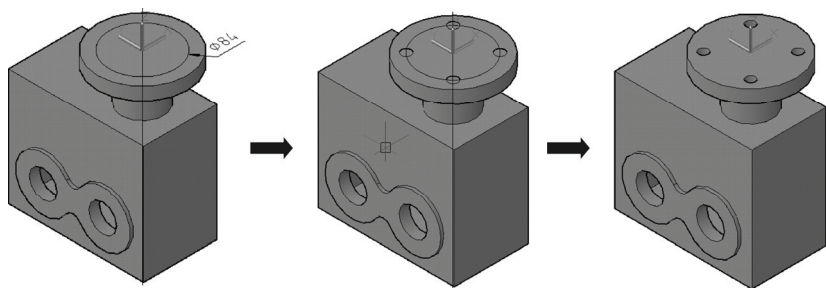

图 14-27 绘制四个小孔
12) 执行“圆”命令(c), 在刚才绘制的圆柱体顶端中心绘制一个 $\Phi 84$ 的圆; 并在圆心位置执行“构造线”命令(xl), 绘制一条角度为 45° 的构造线; 执行“圆柱体”命令, 在圆与构造线角点处绘制一个 $\Phi 12 \times 20$ 的圆柱体(拉伸方向指向正下方); 执行“阵列”命令(ar), 选择刚才绘制的圆柱体, 绕圆心阵列, 阵列个数为 4 个; 执行“打散”命令(X), 将刚才阵列的图形打散; 执行“差集”命令, 选择箱体图形, 确定, 再选择 4 个圆柱体, 确定, 执行差集操作。执行“删除”命令(e), 删除多余线条, 如图 14-27 所示。